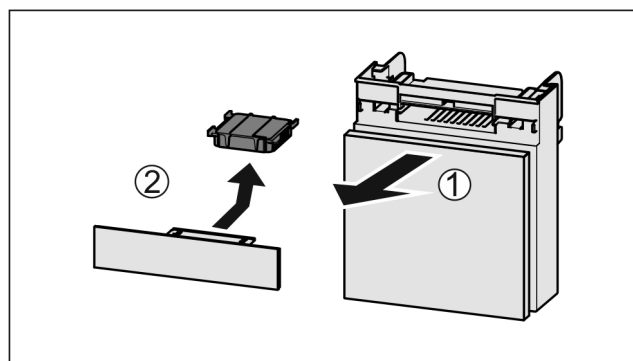

Fig. 80
- ▶ Trekk ut Fig. 80 (1) hyllen fremover.
- ▶ Ta ut Fig. 80 (2) aktivkullfilteret.